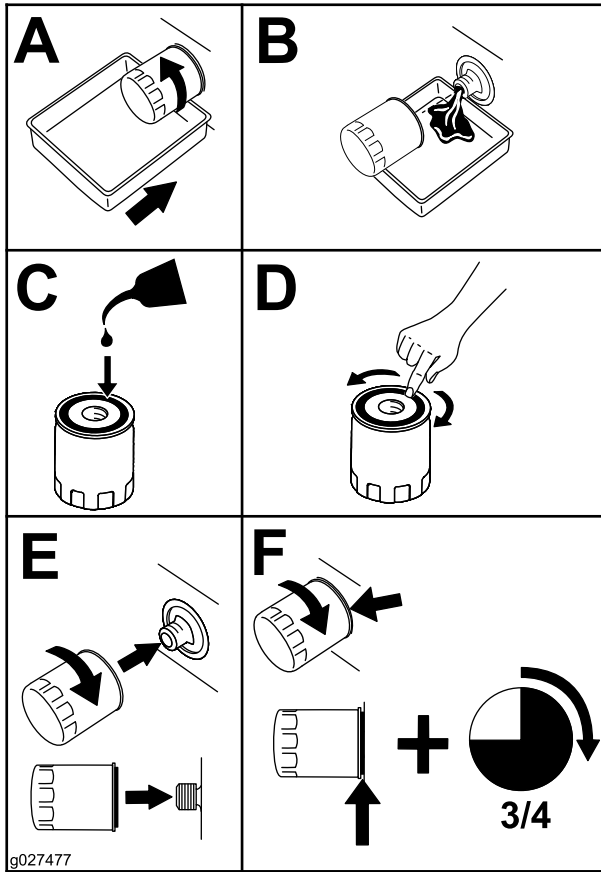

Figura 47
5. Sustituya el filtro de aceite del motor (Figura 47).